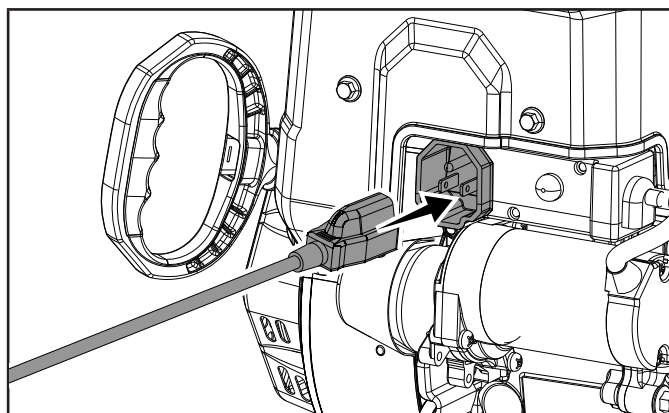

Figure 19
5. Pour un démarrage électrique, branchez le cordon électrique fourni au démarreur. Appuyez sur le bouton de démarrage électrique et assurez-vous que la tension d'alimentation principale est de 120 V~ 60 Hz. (fig. 19)